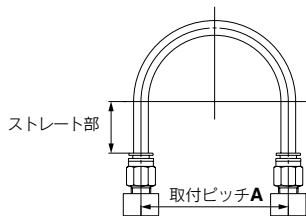

図1 推奨配管図
- ①ワンタッチ管継手に配管する際は図1の推奨配管条件にて、チューブ長さに余裕を持った配管をお願い致します。